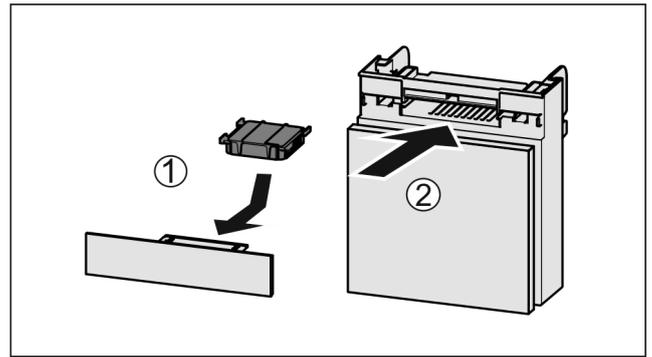

Fig. 110
- ▶ Introduzca el compartimiento Fig. 110 (2).